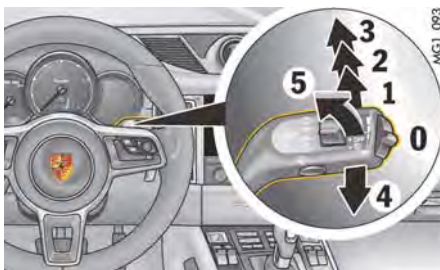

図312: ワイパー・レバー
- 1. ワイパー・レバーを下方向（図312, 4）に1回、動かしてください。ワイパーが上方に約45°移動します。